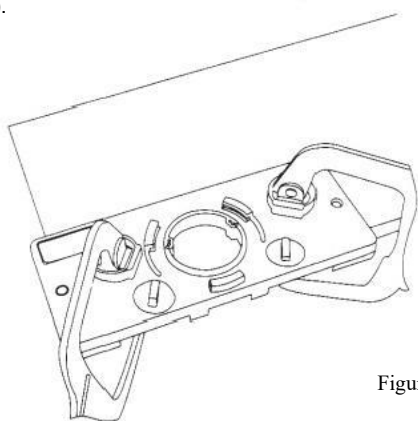
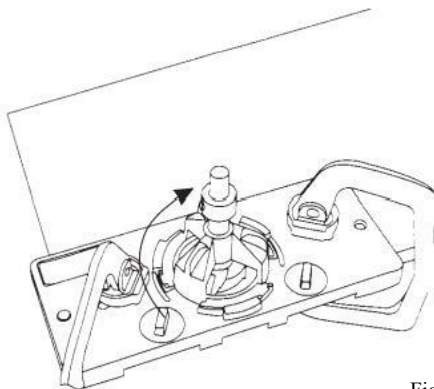

Figura 1
Figura 2
②Fijación y taladrado del cuerpo principal; fije el cuerpo principal en el tablero de madera con una llave de bloqueo (Figura 1), gire el soporte en el sentido de las agujas del reloj hasta que llegue al final de la ranura de sujeción (Figura 2) y taladre un agujero de 35 mm con un taladro eléctrico (Figura 3).